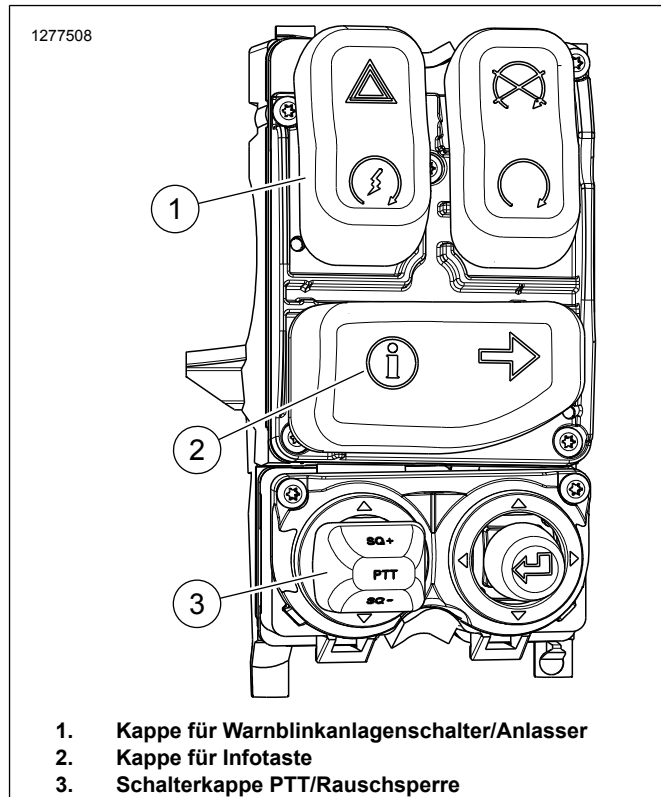

Abbildung 6. Rechtes Bedienelement ab 2014 (71500130C)
1. Siehe Abbildung 6 >. Rechtes Handbedienmodul durch Teile-Nr. 71500130C ersetzen. Siehe Werkstatthandbuch.
- b. Siehe Abbildung 6 >. Info-Kappe (2) vom neuen Bedienmodul entfernen.
- b. Siehe Abbildung 6 >. Info-Kappe (2) und Warnblink-/Start-Kappe (1) vom neuen Bedienmodul entfernen.